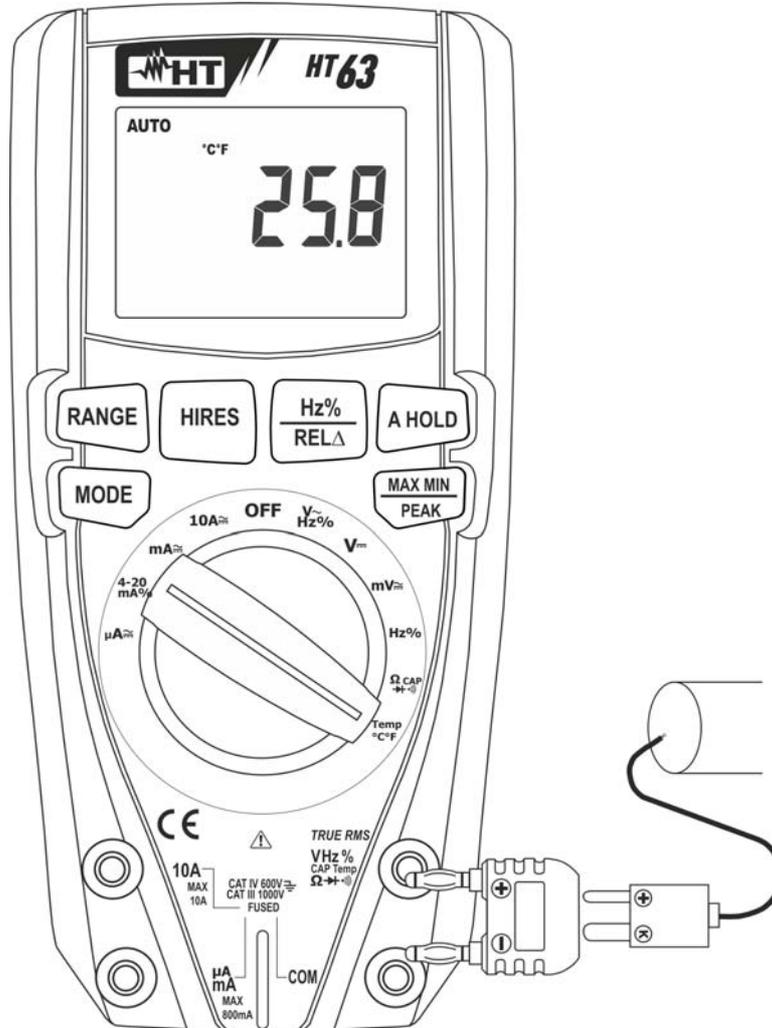

Fig. 8: Uso del instrumento para medida de Temperatura
3. Inserte el adaptador en dotación en los terminales de entrada **VHz%CAPTempΩ▶▶▶)** (polaridad +) y **COM** (polaridad -) (vea Fig. 8)